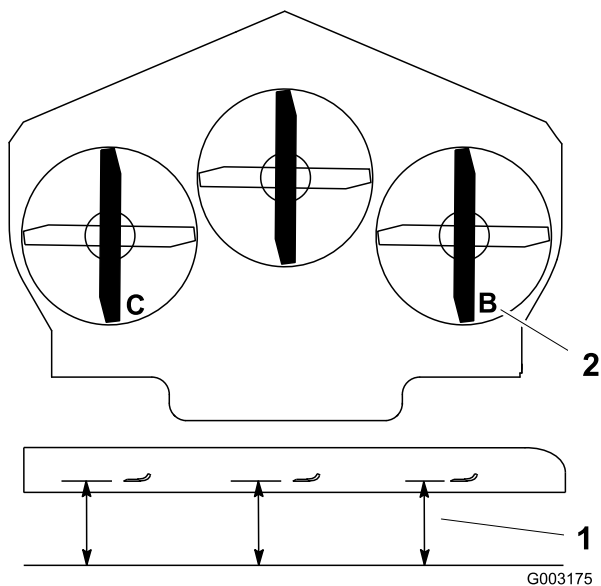

Figura 78
1. Disponete la lama destra in posizione longitudinale rispetto alla macchina (Figura 78).
2. Misurate la lama destra al punto **B** da una superficie piana fino al tagliente della punta della lama (Figura 78).
4. Disponete la lama sinistra in posizione longitudinale rispetto alla macchina (Figura 78).
5. Misurate la lama sinistra al punto **C** (Figura 78) da una superficie piana fino al tagliente della punta della lama.